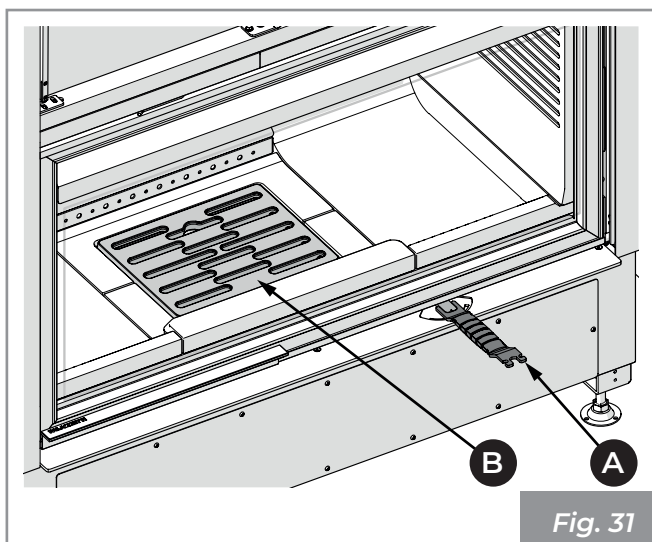

Fig. 31
- En utilisant la poignée froide fournie **(A)** ouvrir au maximum **(+)** le réglage de l'air primaire **(Fig. 31)**.
- Poser avec précaution les pièces de bois dans la chambre de combustion en prenant soin de ne pas couvrir totalement les fentes de la grille **(B)** **(Fig. 31)**.
- Réduire l'ouverture de la prise d'air en utilisant la poignée froide prévue à cet effet **(A)** **(Fig. 31)** uniquement lorsque une bonne braise s'est formée.